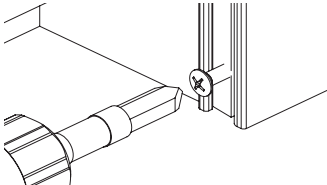

Bild 37
Schritt 3: Ziehen Sie die Endleistenraste auf den entsprechenden Positioniersteg, der leicht vorzubiegen ist, herunter und drehen Sie die Schraube ganz ein (Bild 37).